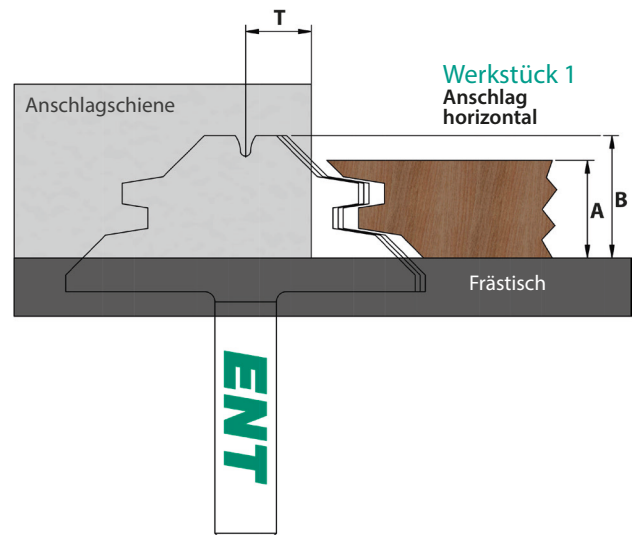

Abbildung 1: Werkstück horizontal fräsen
- Führen Sie das Werkstück 1 am Anschlag entlang. Die Innenseite zeigt dabei zum Frästisch. (Abb.1)
- Führen Sie das Werkstück 2 (Konterprofil) am Anschlag entlang. Die Außenseite zeigt zum Frästisch. (Abb.1)